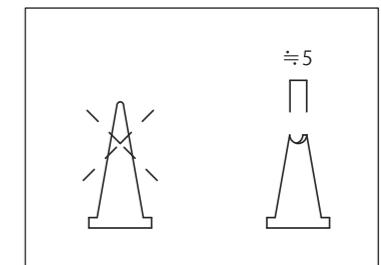

図20 接着剤ノズル先端加工方法
⑥接着剤の塗布（P.16「Belleカクテル接着要領」図20参照）
⑦両面テープの剥離紙除去
⑧Belleパネルの貼り付け